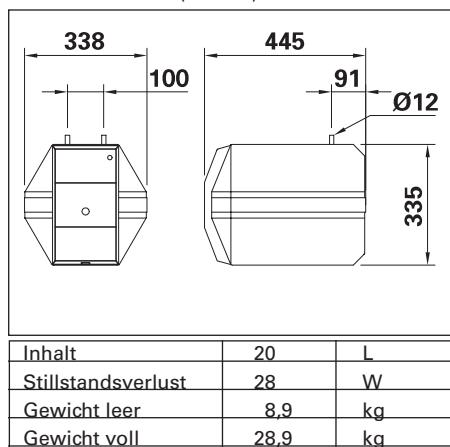

Abb. 4 Maßskizze
- die Maßskizze (Abb. 4)
Bestimmen Sie anhand der Geräteabmessungen (Abb. 4), wo das Gerät angebracht werden soll. Dabei sind die folgenden Punkte zu berücksichtigen: